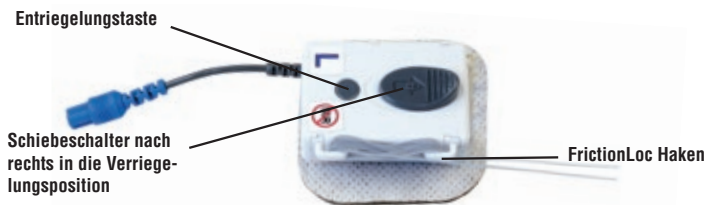

Abbildung 17 - FrictionLoc-Anschlussverbinder
- Schieben Sie den Ver-/Entriegelungs-Schiebeschalter (LOCK) wie gezeigt in Abbildung 17 hinein, bis er einrastet.